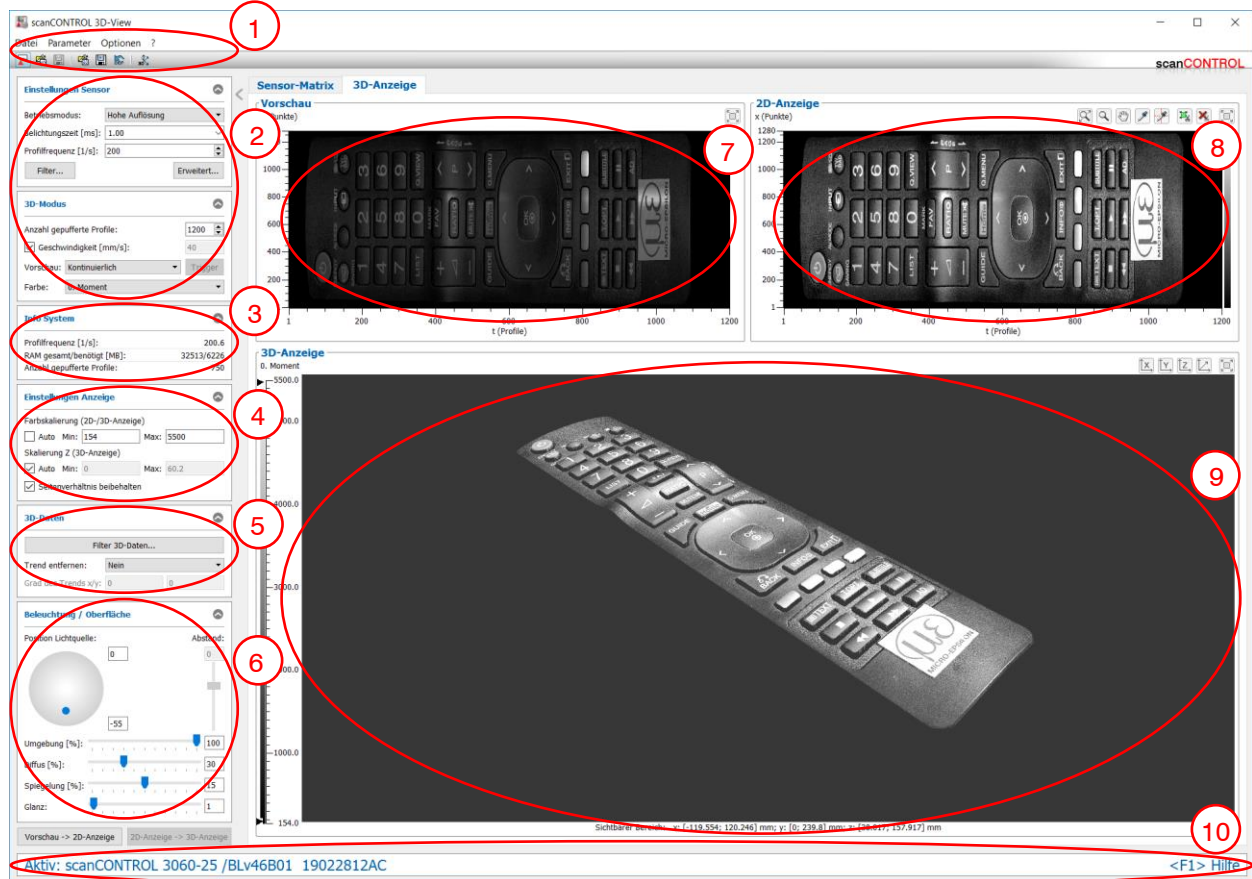

Abb. 3.1: Übersicht
Nachdem Sie das Programm gestartet haben, erscheint die Übersicht von scanCONTROL 3D-View (siehe Abb. 3.1).
Im oberen Bereich der Übersicht befindet sich die Menüleiste und die Werkzeugleiste (siehe Abb. 3.1, ①), mit denen Sie verschiedene Einstellungsdialoge und Ansichten aktivieren können (siehe Kap. 3.20).
Im linken, oberen Bereich der Übersicht (siehe Abb. 3.1, ②) können Sie, je nach Betriebsart (Online-/Offline-Betrieb) entweder Einstellungen am Messsystem scanCONTROL vornehmen oder gespeicherte Profifolgen visualisieren (siehe auch Kapitel 3.5 bzw. 3.6). Darunter befindet sich ein Informationsfeld ③, in dem Sie den aktuellen Zustand des Systems ablesen können (siehe Kap. 3.16). Im linken, unteren Bereich konfigurieren Sie die Einstellungen für die Anzeige (siehe auch Kapitel 3.9). Im Bereich ⑤ können Sie die Einstellungen zum Filtern der 3D-Daten und für den Abzug eines Trends vornehmen (siehe Kap. 3.10). Im Bereich ⑥ finden Sie die Einstellungen für die Beleuchtungs- und Oberflächeneigenschaften der 3D-Anzeige (siehe Kap. 3.11). Im rechten Bereich befinden sich das Vorschaufenster ⑦ (siehe Kap. 3.11), die 2D-Anzeige ⑧ (siehe Kap. 3.14) und die 3D-Anzeige ⑨ (siehe Kap. 3.15).
Im unteren Bereich der Übersicht befindet sich die Statuszeile (siehe Abb. 3.1, ⑩). Es werden Status- und Fehlermeldungen angezeigt. Eine vollständige Auflistung der möglichen Meldungen finden Sie in Kapitel 5.3.